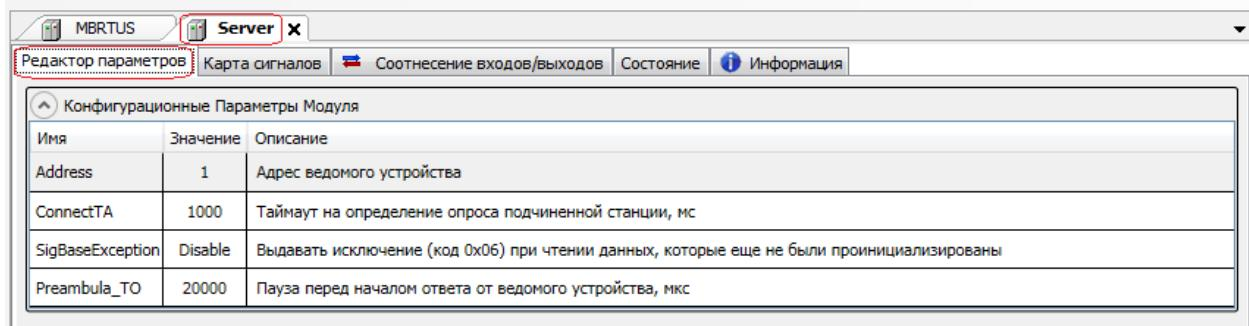

Рисунок 3.38 – Модуль Server. Закладка Редактор параметров
- 2 Перейти на закладку **Редактор параметров** (рисунок 3.38).